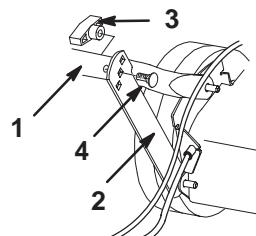

Figure 3
3. Rabattre le mancheron inférieur vers l'arrière et les pattes de support vers le haut pour faire aligner les trous de fixation (Fig. 3).
4. Fixer le mancheron aux pattes de support à l'aide des deux boulons à tête plate et de deux boutons, en choisissant le trou des pattes correspondant à la hauteur de mancheron la plus confortable pour l'utilisateur (Fig. 3).